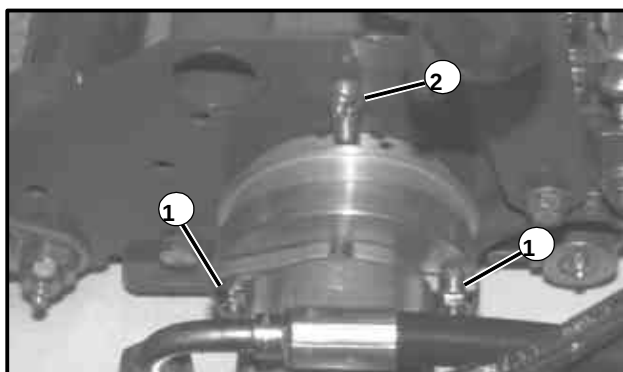

Figura 9
13. Aggiungere un lubrificante a base di litio all'alloggiamento dei cuscinetti ad **ENTRAMBE** le estremità (fare riferimento alla lubrificazione delle parti alla Figura 9). I cuscinetti ad entrambe le estremità sono